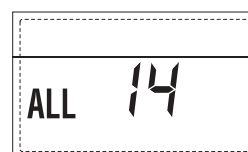

Fig. 23/11
- ANOMALÍA Sonda HUMOS “ALL 14” (fig. 23/11)